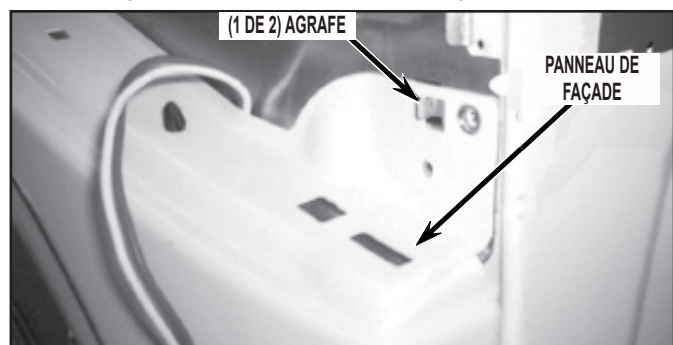

FIGURE 8
10. Séparer le panneau de façade de la sécheuse – soulever le panneau de façade pour le dégager des agrafes de retenue (une agrafe de chaque côté). Voir la *Figure 8*.